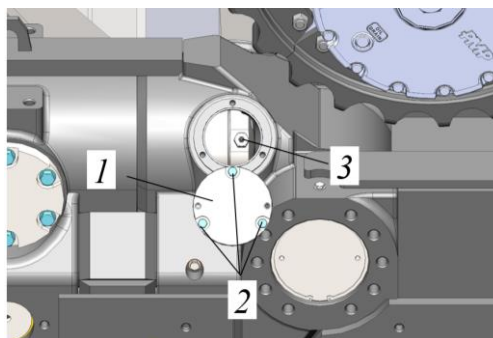

Рисунок 5.158. Крышка на раме гусеничной тележки
- Очистить крышку 1 и прилегающую к крышке область от загрязнений, рис. 5.158.
- Открутить 3 болта (винта) 2 крепления крышки, рис. 5.158.
Натяжение гусеницы происходит за счет перемещения поршня при заполнении внутренней полости консистентной смазкой (см. п. 5.2.1 **Заправляемые смазочные материалы**) через пресс-масленку клапана 3, рис. 5.158, рычажно-плунжерным шприцем.
- ▶ Установить крышку 1, завернуть крепежные болты 2, рис. 5.158.
Для ослабления натяжения гусеницы необходимо вывернуть клапан 3, рис. 5.158, не более чем на 3-4 оборота, лишняя смазка выдавится из-под клапана через прорезь в резьбе за счет избыточного давления в гидроцилиндре, натяжение с гусеницы будет снято. Визуально гусеница провиснет на тележке в области поддерживающего катка.
Для исключения возможных травмоопасных ситуаций запрещается при ослаблении гусеницы полностью выворачивать клапан 3, рис. 5.158, так как при этом может произойти срыв резьбы клапана и выброс смазки под большим давлением.